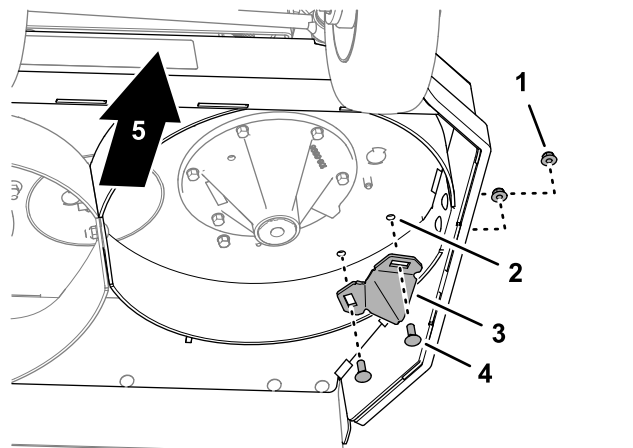

Bild 9
3. Entfernen Sie an der unteren rechten Seite des Mähwerks die beiden Schlosssschrauben ($\frac{3}{8}$ " x 1") und die beiden Sicherungsbundmutter ($\frac{3}{8}$ "), mit denen das Anschlussstück des Ablenklechs befestigt ist, und entfernen Sie das Anschlussstück des Ablenklechs (Bild 9).